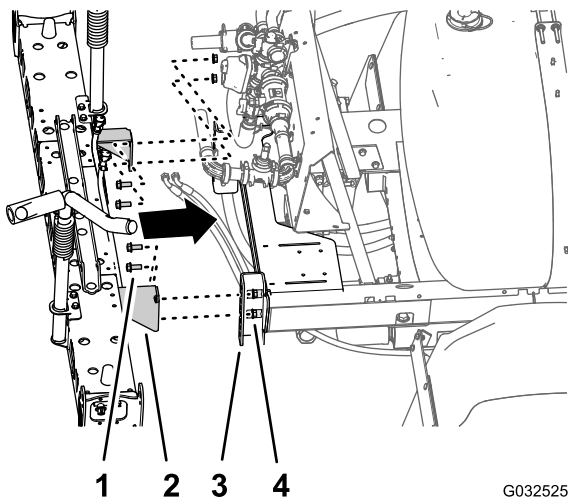

图85
1. 使用具备指定提升能力的提升设备提起中间喷洒臂段将其支撑托架中的孔与打药车机架安装槽中的第 3 个和第 6 个孔对齐 图85。
2. 使用在 图85 的步骤 4 中卸下的 4 个凸缘头螺栓 1/2 x 1-1/4 英寸和 4 个凸缘锁紧螺母 1/2 英寸将中间喷洒臂段安装到安装槽 拆卸中央喷洒臂段 \(页码 26\)。